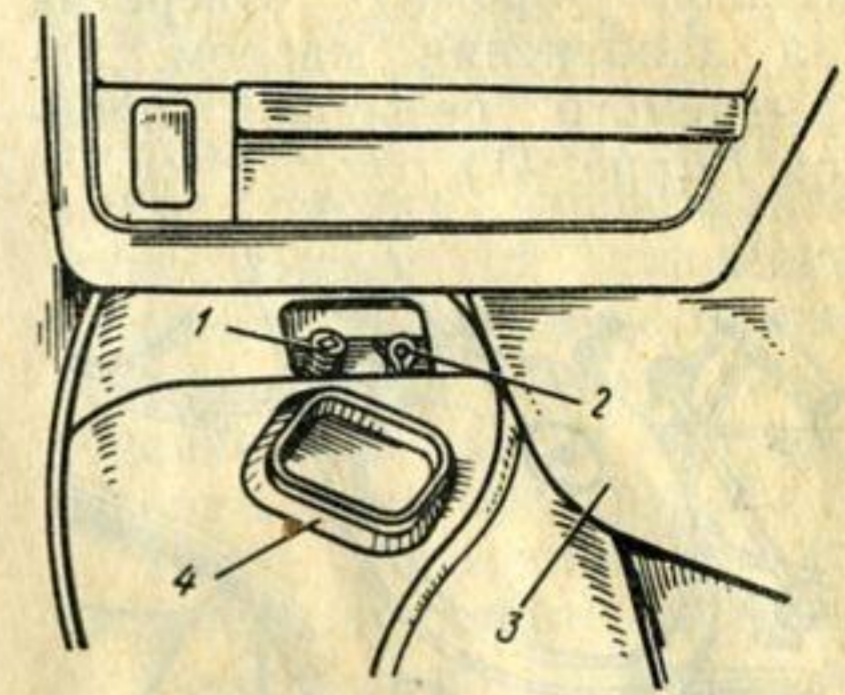

Рис. 39. Наполнительное отверстие и маслоизмерительный стержень в картере коробки передач:
**Коробка передач.** Для заправки картера коробки передач откиньте коврик 3 (рис. 39) туннеля пола, выньте резиновую заглушку 4, закрывающую люк в полу кузова, выверните пробку 1 наливного отверстия и залейте масло (см. табл. 2) до уровня, соот-